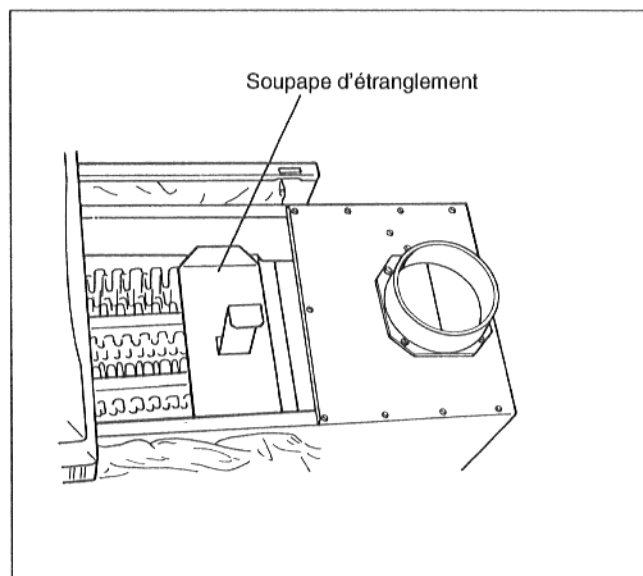

Fig. 41 Soupape d'étranglement
- Enlever la soupape d'étranglement de l'échangeur thermique (Fig. 41).
- Replacer la soupape d'étranglement (Fig. 41).